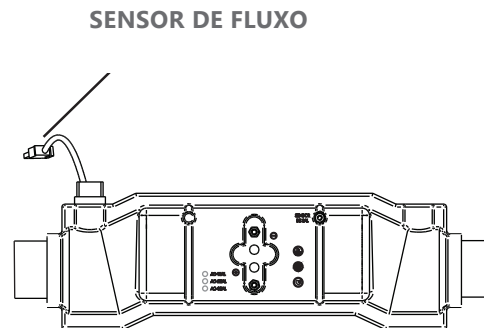

Figura 4
3. **Fluxostato:** é um sensor de fluxo. Quando ele detecta o fluxo d’água na tubulação da piscina, envia um sinal para o AQUACLOR G3 e começa então a produção de cloro. Caso ocorra algum problema, como por exemplo, a queima da motobomba ou qualquer outro que impeça o fluxo d’água na tubulação, o fluxostato não enviará o sinal para Gerador e esse não funcionará, preservando a célula e o equipamento. A **figura 4** mostra o fluxostato montado na cuba da célula.